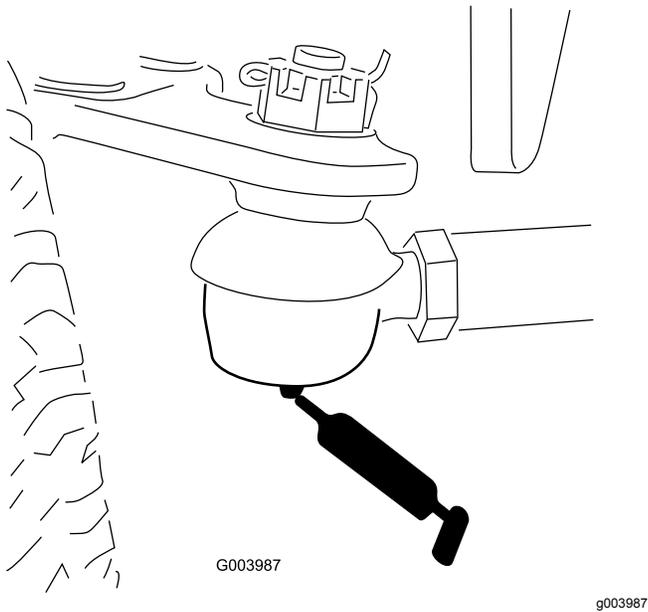

Рисунок 76
- Тяги заднего моста (2 шт.) (Рисунок 76)